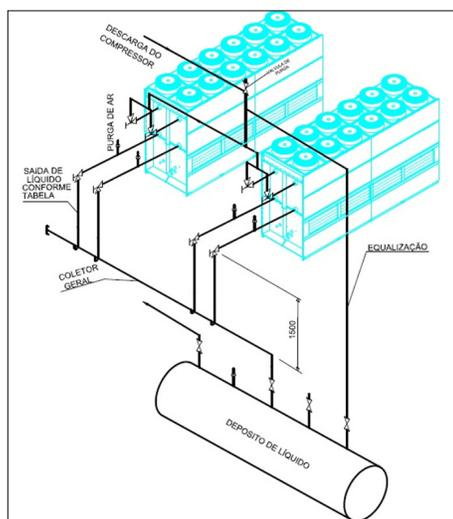

Figura 6: Esquema de instalação dos condensadores evaporativo com sifão para equalização da perda de carga.
- A figura 6 abaixo apresenta instruções detalhadas da movimentação e montagem dos módulos inferior e superior.